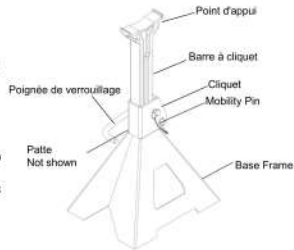

Figure 1 : Pièces d'une béquille de cric typique
- Le verrouillage de la barre à cliquet et de l'encliquetage se fait en pliant la patte (figure 1) vers l'intérieur à l'aide d'un marteau